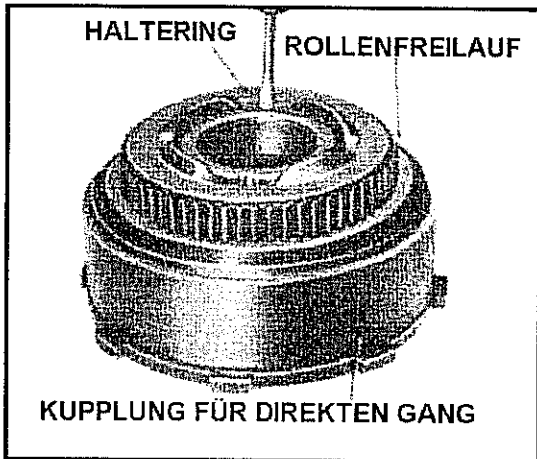

Abb. 10-77 Haltering der Rollenfreilaufkupplung
- Haltering und Halterung vorne am Rollenfreilauf der Kupplung 2. Gang entfernen. Siehe Abb. 10-77.